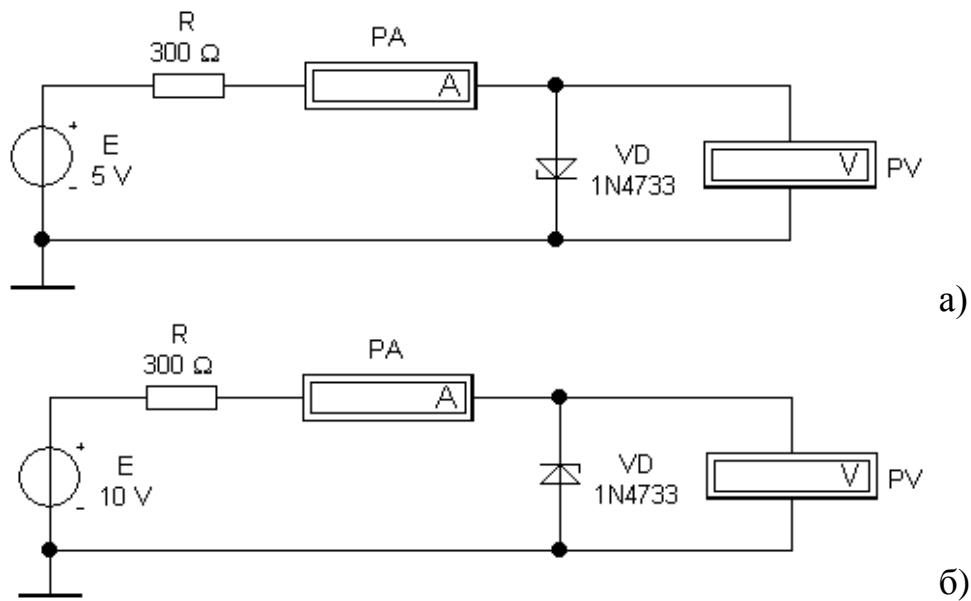

Рисунок 3 – Схема для зняття ВАХ стабілітрона: а) прямої частини; б) зворотної частини
- 2.1 Запустити програму EWB. В меню обрати схему (рис. 3, а), встановити опір резистора  $R$  згідно варіанту (таблиця 2).
- 2.3 В меню обрати схему (рис. 3, б).